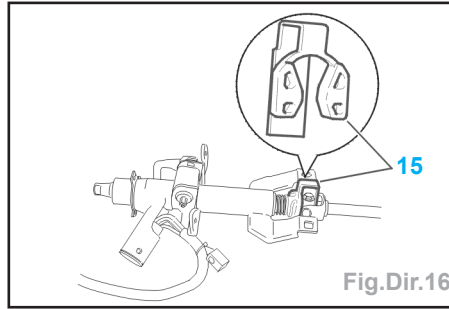

Fig.Dir.16
**Attention** : Les colonnes de direction sont livrées avec une cale antibrisure (15) pour protéger le cardan pendant les opérations de manutention (Fig.Dir.16) retirer la cale (15) après la repose de la colonne de direction.